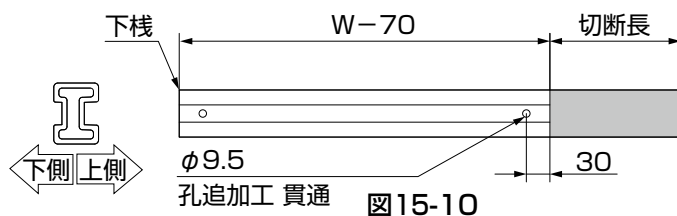

図15-10
- ④下棧を切断した側から30mmでφ9.5の下孔を貫通してあけてください。(図15-10参照)